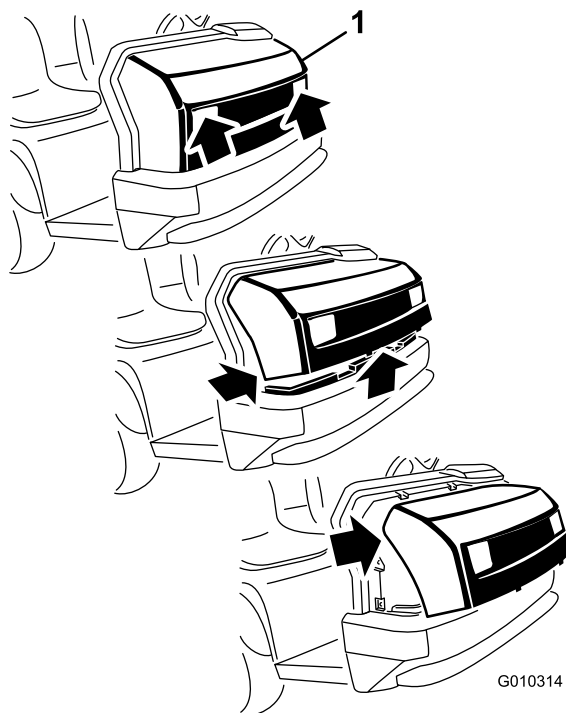

図 35
2. フードの下側を手前に持ち上げてから下に引っ張り、上側の取り付けタブをフレームの穴から外す（図 35）。
3. フードの上側を手前に倒し、ヘッドライトからワイヤコネクタを抜く（図 35）。
1. ヘッドライトの開口部でフードをつかみ、フードを持ち上げて、下側の取り付けタブをフレームの穴から外す（図 35）。